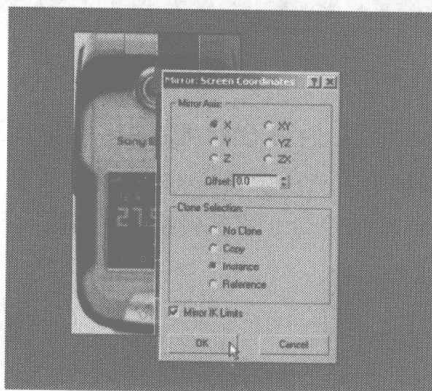

图 4.7
- 05 关闭节点编辑，在工具栏中单击 按钮，在弹出的对话框中设置镜像参数，如图 4.7 所示，将 Box 物体镜像。